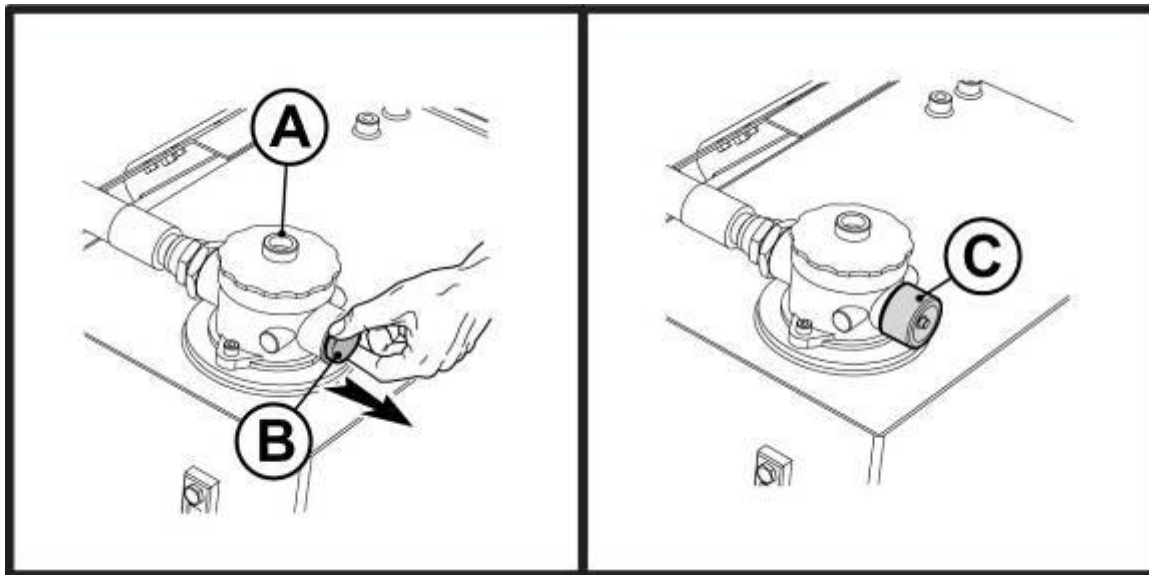

РИС. 4.1.1
Для предотвращения утечки масла из вентиляционного отверстия фильтра (A), расположенного в верхней части бункера, установлена заглушка (B). При расконсервации машины оператор должен удалить заглушку (B) и установить оригинальный фильтр (C) (РИС. 4.1.1).